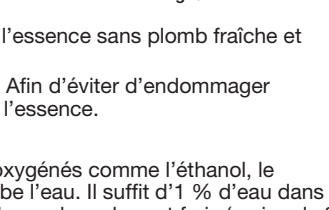

Fig. 7
1. Retirez le bouchon du réservoir de carburant (Fig. 7).